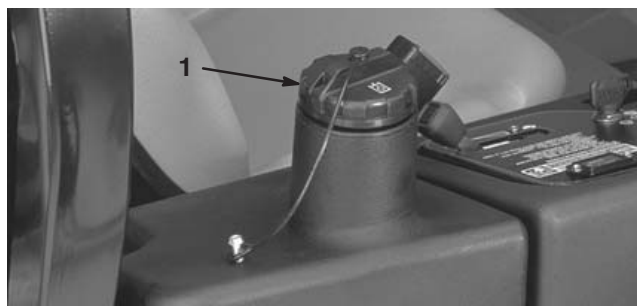

Figure 15
2. Nettoyez la surface autour du goulot et du bouchon de remplissage du réservoir hydraulique (Fig. 15). Retirez le bouchon.